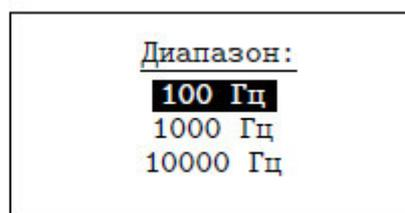

Рисунок 34
3.6.2 **«ДИАПАЗОН ЧАСТОТ»** - установка диапазона частот сигнала (рис. 34). Установка